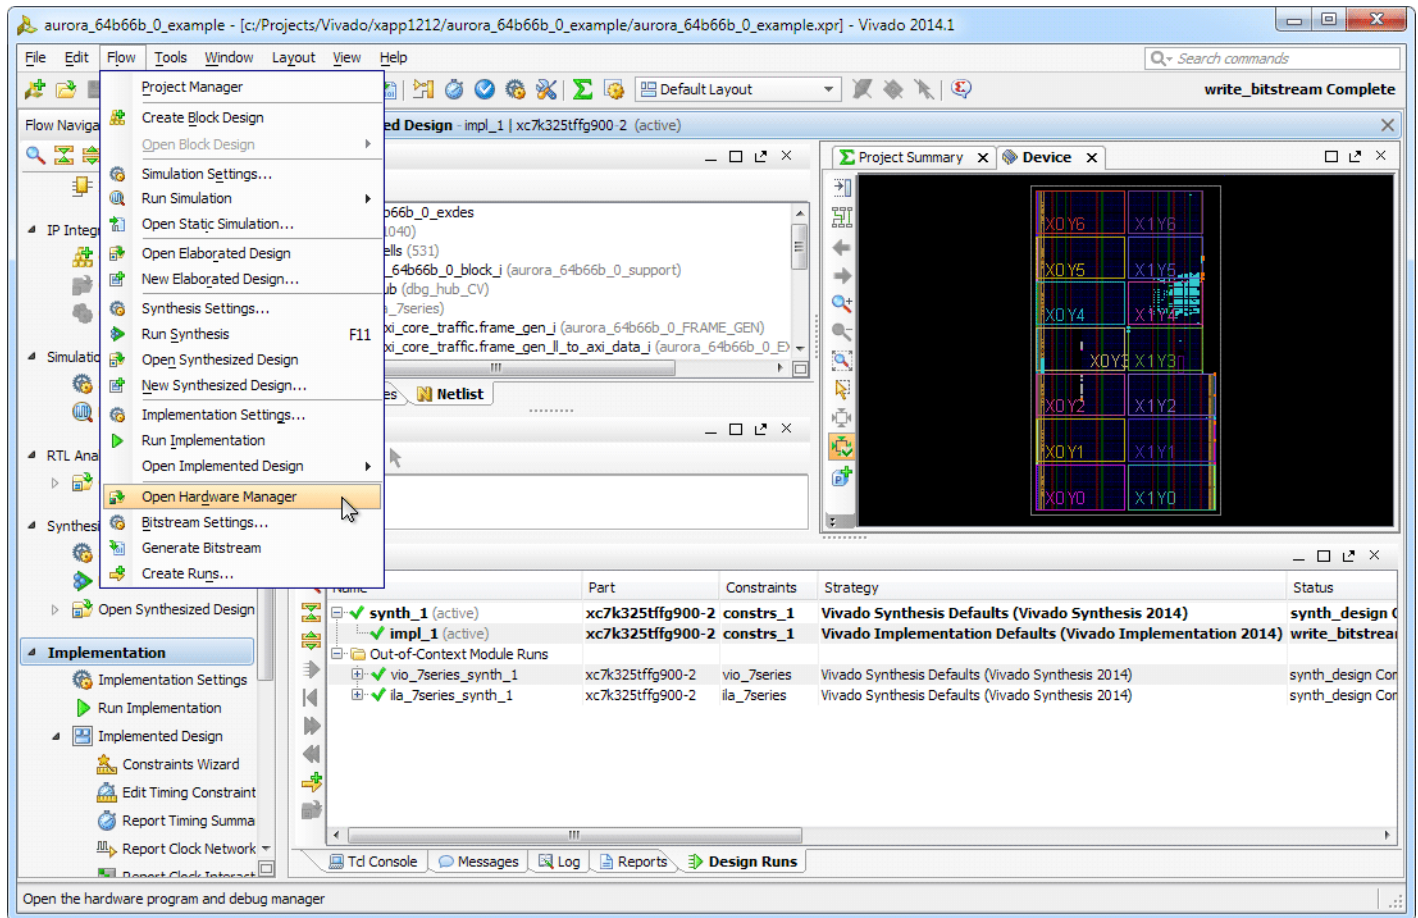

図 15 : [Open Hardware Manager] の選択
1. ビットストリームの生成が完了したら、[Flow] → [Open Hardware Manager] をクリックします (図 15)。